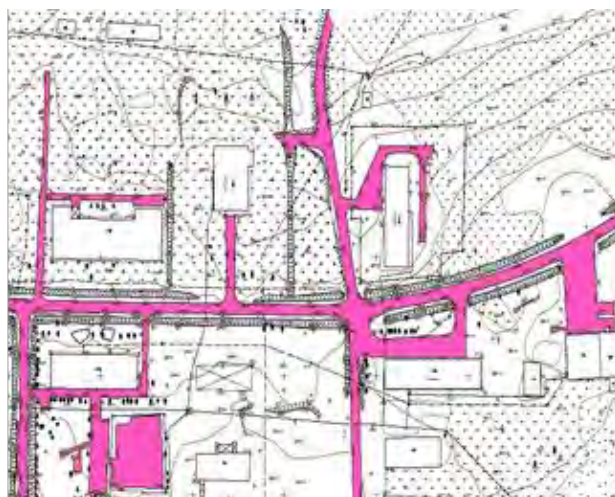

Рисунок 2 – ЦМКМ
2. Цифровой модели контуров местности (Рис. 2).